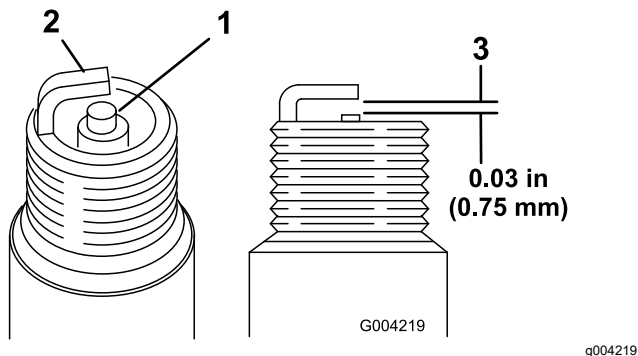

Figura 47
- Mire la parte central de ambas bujías (Figura 47). Si se observa un color gris o marrón
2. Compruebe la separación entre los electrodos central y lateral (Figura 47).
3. Si la distancia no es correcta, doble el electrodo lateral (Figura 47).